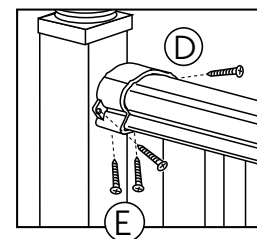

Figure 8
- 15.) Installez les deux dernières vis à travers la partie inférieure des supports de rampe supérieure jusqu'à dans la rampe supérieure (Figure 8).